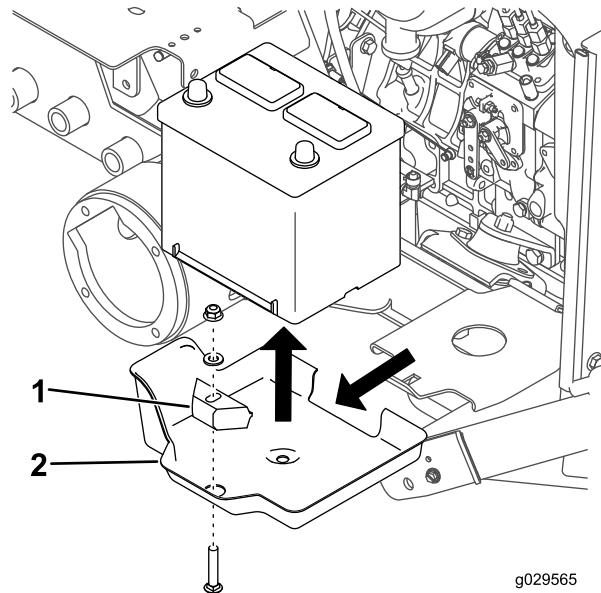

Рисунок 8
- Отверните каретный болт, снимите шайбу, прижим аккумуляторной батареи и гайку крепления аккумуляторной батареи (Рисунок 8).
- Извлеките аккумуляторную батарею из поддона (Рисунок 8).
- Снимите поддон аккумуляторной батареи с платформы аккумуляторной батареи (Рисунок 8).